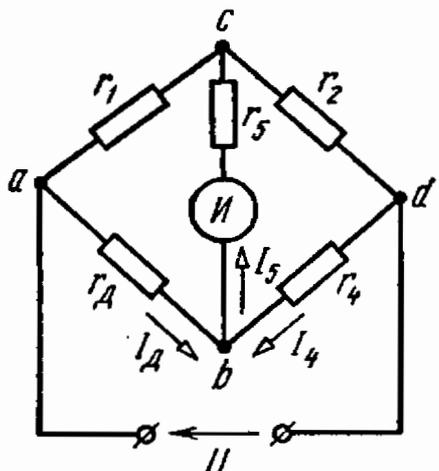

Рис. 1.41
1.41. Определить токи в кремниевом тензодатчике r_d и в измерительной диагонали моста (рис. 1.41), если заданы напряжение $U = 15$ В и сопротивления $r_2 = r_4 = 270$ Ом; $r_1 = 30$ Ом; $r_5 = 54$ Ом. Сопротивление датчика с учетом деформации $r_d = 40$ Ом.